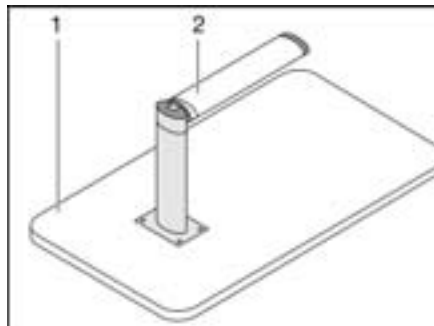

Bild 57 Bettunterbau
- Die Tischplatte (Bild 57,1) vorne ca. 45° anheben.
- Den unteren Teil des Gelenkstützfußes (Bild 57,2) nach unten ziehen und um 90° umklappen.